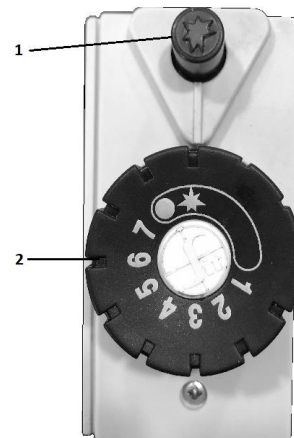

Рис. 2. Панель автоматики (1 – кнопка п'єзозапальника, 2 – ручка управління).
- початкове положення ручки управління «2» (див. Рис.2) повинно знаходитися в положенні  «вимкнено» .
- натисніть ручку управління «2» вниз до упору і, не відпускаючи її, натисніть кнопку п'єзозапальника «1» (див. Рис.2).
- для розпалу основного палика поверніть ручку управління «2» проти годинникової стрілки до поз. 1 – 7 (див. Рис.2) Максимальна температура нагріву теплоносія 90°C буде відповідати цифрі 7.